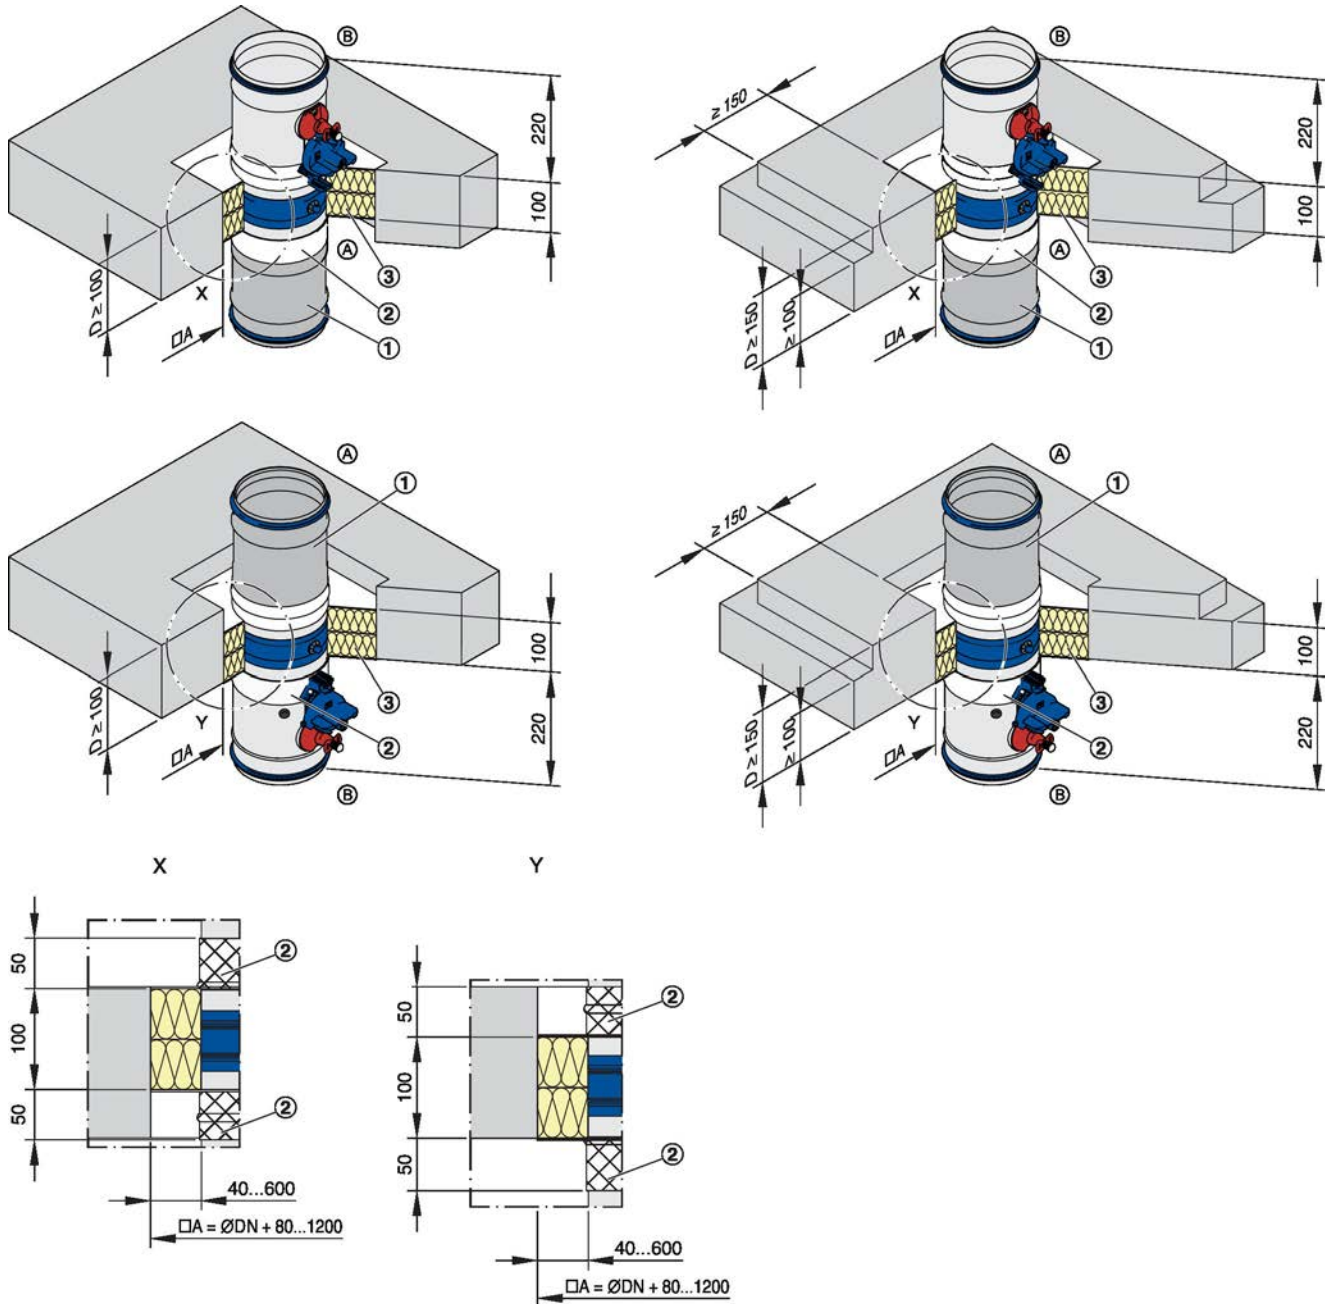

Fig. 25: Instalación con lana mineral ignífuga, suspendida o vertical
- Se necesita de una abertura, ver Fig. 25. Distancia máxima 600 mm entre la compuerta y la abertura para instalación.